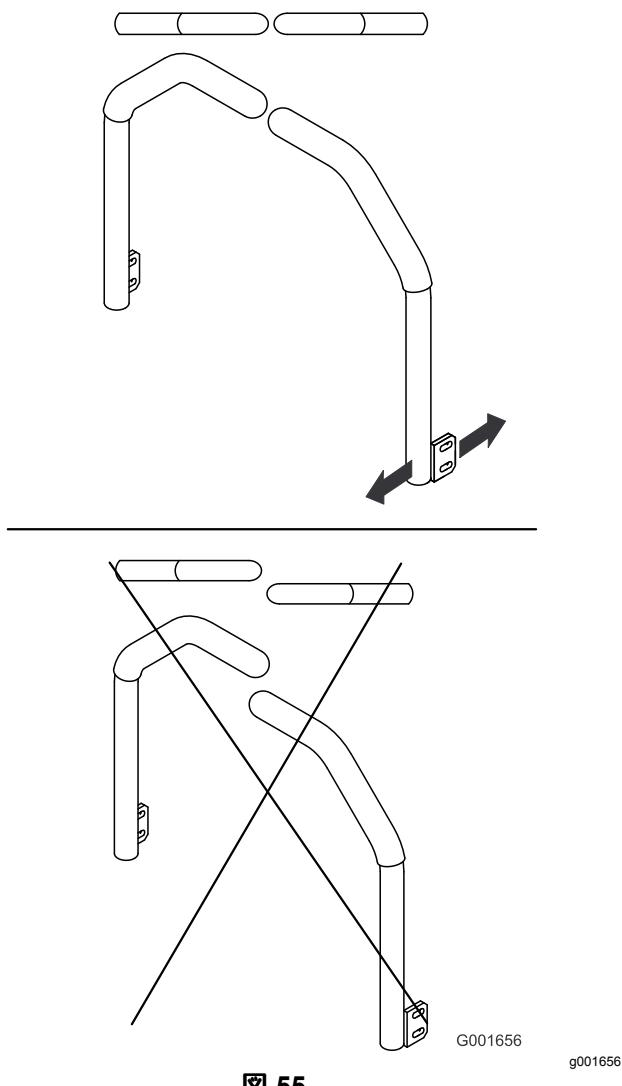

図 55
5. この状態で、左右のコントロールレバーが整列するように調整し、ボルトを締めて、各レバーをポストに固定する図 55。